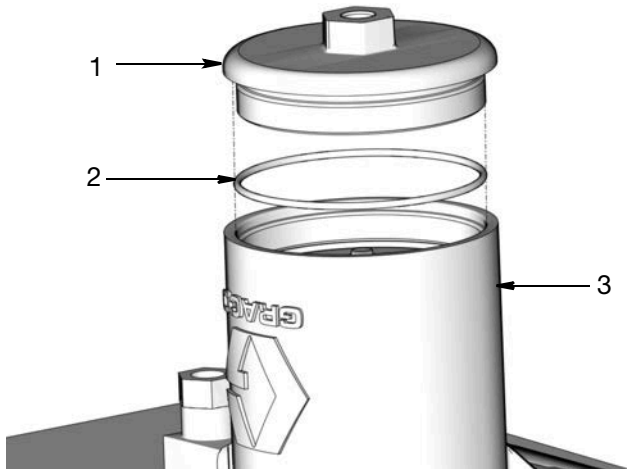

ABB. 22
19. Abdeckung (1), Abdeckungs-O-Ring (2) und Feder (6) entfernen. Den O-Ring unter Beachtung aller geltenden Bestimmungen entsorgen (ABB. 22).